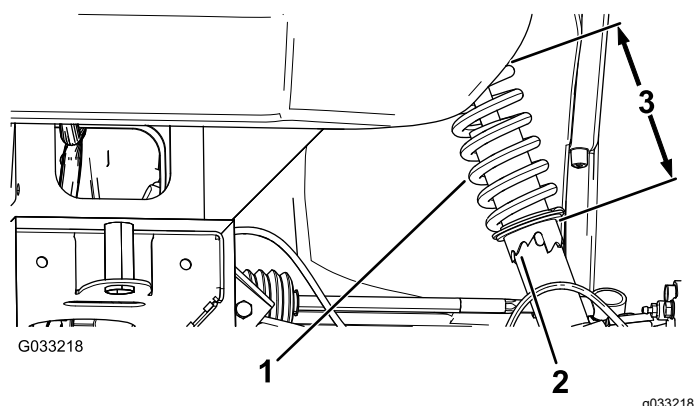

Figura 54
2. Si la caída de la rueda está mal, utilice la llave de gancho para girar el collarín del amortiguador para alinear la rueda (Figura 54).